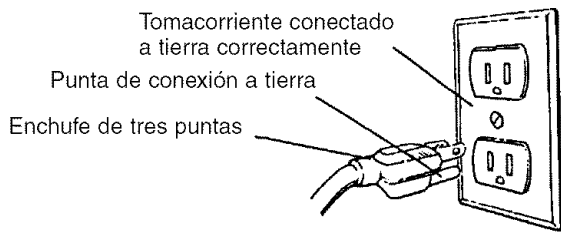

Figura 6 - Receptáculo de 3 puntas
- La herramienta está equipada con un cordón de 3 conductores aprobado, con una capacidad de 150 V y con un enchufe tipo conexión a tierra de tres puntas (vea la Figura 6), para proteger al usuario contra los peligros de sacudidas eléctricas.
- El enchufe de conexión a tierra debe enchufarse directamente en un receptáculo tipo conexión a tierra de 3 puntas, instalado correctamente y conectado a tierra, tal como se muestra (Figura 6).